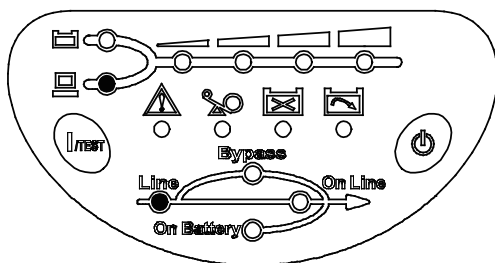

Рис. 3-1 Панель управления в дежурном режиме
- Вентиляторы на задней панели начнут вращаться, а все светодиодные индикаторы будут светиться для проверки в течение 2-3 секунд. Одновременно с этим встроенный центральный процессор ИБП загружает исходные параметры. Исправность светодиодных индикаторов проверяется по их свечению. Первоначально ИБП устанавливается в **дежурный** режим, при этом после звукового сигнала загорается индикатор величины нагрузки, а индикатор состояния входа отображает состояние питающей сети (см. рис. 3-1).
Для выключения ИБП нажмите кнопку 0 и удерживайте её до подачи звукового сигнала. Через несколько секунд произойдёт выключение ИБП. Если ИБП находился в дежурном режиме, то батарея будет подзаряжаться и нажатия кнопки 0. Для полного отключения ИБП необходимо отсоединить сетевой шнур от розетки питающей сети (см. рис. 3-1).